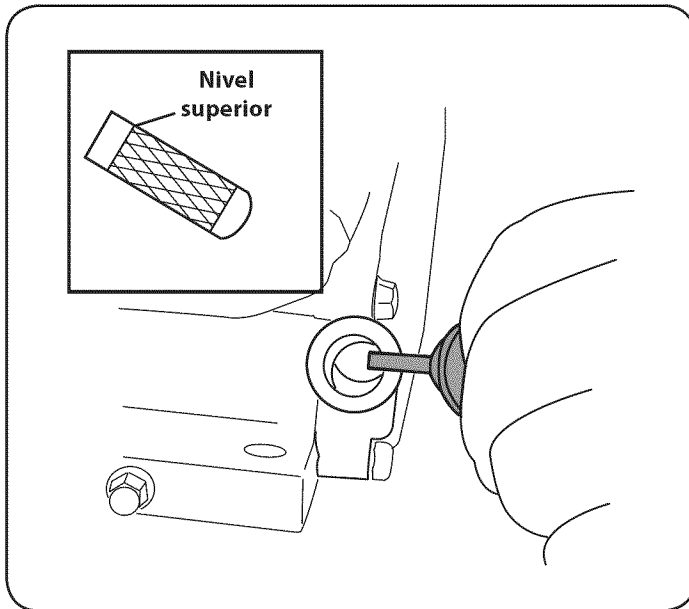

Figura 3
1. Retire el tapón de llenado de aceite/la varilla de medición y limpie la varilla de medición de aceite. Vea la Figura 3.